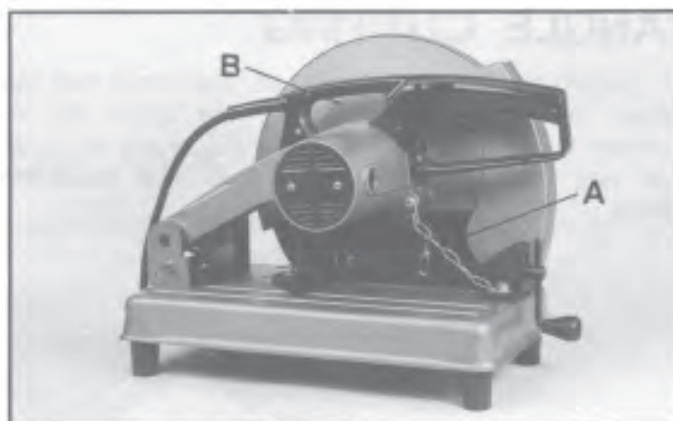

Fig. 16
Pour le transport de la machine, le bloc tête doit être bloqué en position basse par la chaînette (A)FIG.16. Une poignée (B) est prévue pour faciliter ce transport.